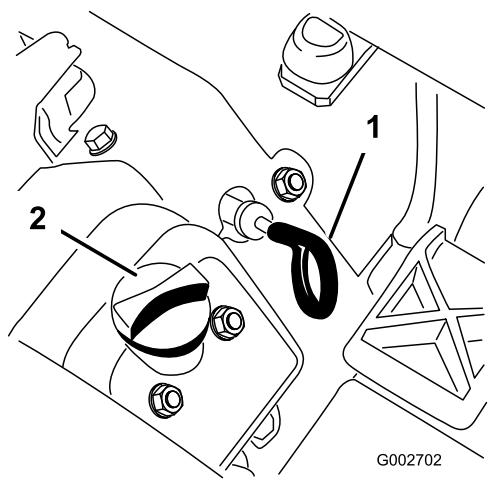

図 13
3. ディップスティック (図 13) を抜き取り、ウェスできれいに拭う。ディップスティックを、チューブの根元までもう一度しっかりと差し込む。ディップスティックを引き抜いて油量を点検する。オイルの量不足している場合は、バルブカバーについている補給口のキャップを取り、ディップスティックの FULL マークまで補給する。